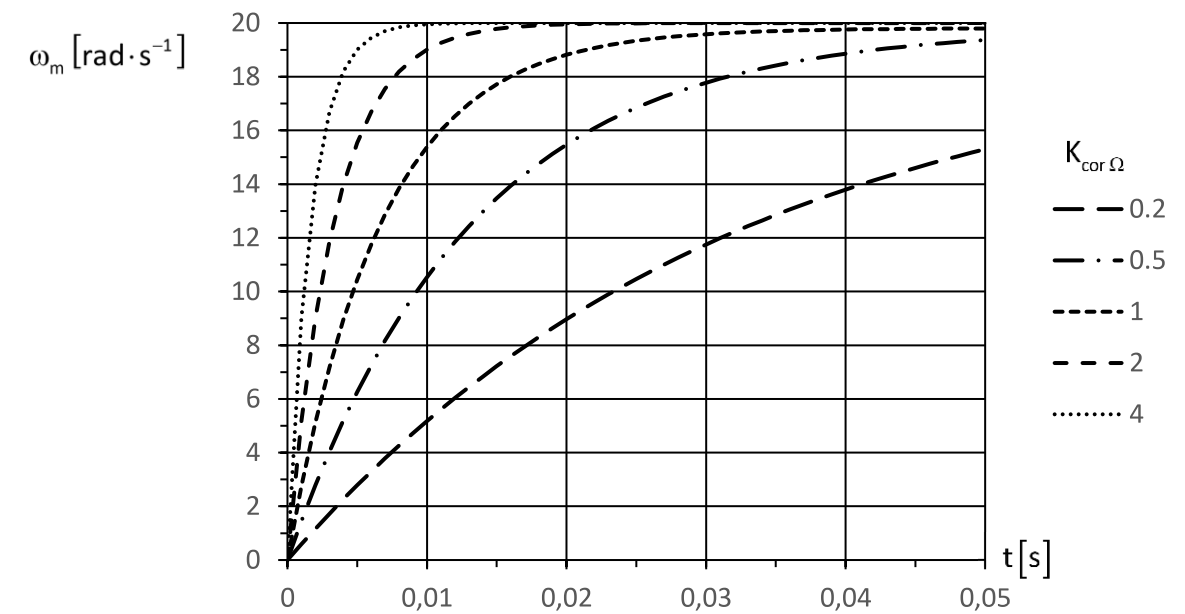

Figure R3 : réponse de la boucle tachymétrique à un échelon de vitesse de 20 rad/s en fonction du gain  $K_{\text{cor}\Omega}$  du correcteur  $C_{\Omega}(p)$
**Question 20** En justifiant la réponse notamment à l'aide de tracés sur la figure R3 du document-réponses, indiquer quelle(s) valeur(s) du gain  $K_{\text{cor}\Omega}$  proposée(s) sur la figure R3 permet(tent) de vérifier le cahier des charges de la boucle tachymétrique.